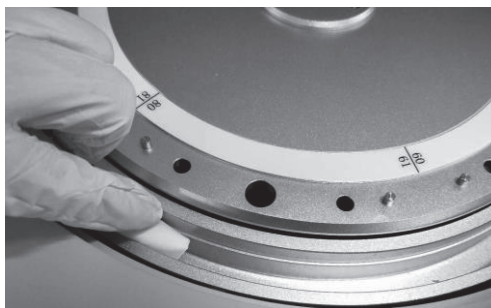

Figura 13-9 Limpe a bandeja de reação
4. Limpe a célula de reação com uma gaze limpa e úmida (tenha cuidado para não limpar a janela de medição), como mostrado em Figura 13-9: